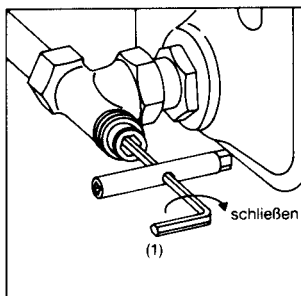

Bild 1
- 1.2 Ventilkegel mit dem Sechskantschlüssel SW 4 (1), durch Rechtsdrehen, schließen (Bild 1).